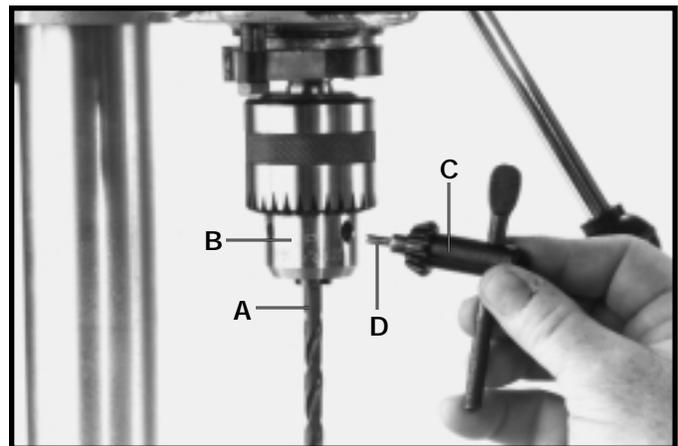

Fig. 31
2. Insérez l'extrémité lisse du foret/de la mèche (A) fig. 31 aussi loin que possible dans le mandrin (B), puis reculez-la de 1/16 po ou bien jusqu'aux goujons dans le cas des petits forets.
3. Assurez-vous que le foret (A) fig. 31 est bien centré dans le mandrin (B) avant de serrer le mandrin avec la clé (C).
4. Tournez la clé (C) fig. 31 dans le sens horaire pour serrer les mâchoires et dans le sens antihoraire pour les desserrer.
6. **ASSUREZ-VOUS** que la clé de mandrin (C) fig. 31 est retirée du mandrin avant de mettre la perceuse à colonne en marche. Votre clé de mandrin (C) est équipée d'une goupille d'éjection (D) qui élimine la possibilité de laisser cette clé sur le mandrin.